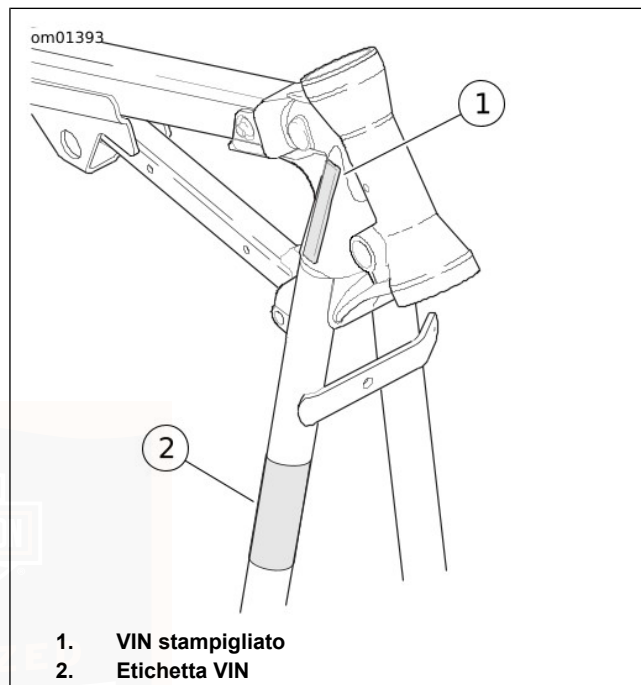

Figura 1. Posizioni del VIN
Vedere Figura 1. Il VIN di 17 caratteri (1) è stampigliato sul lato destro del telaio, accanto al canotto dello sterzo. Per i veicoli destinati ad alcuni mercati, vi è anche un'etichetta (2) con stampato il VIN attaccata alla parte anteriore del tubo discendente.